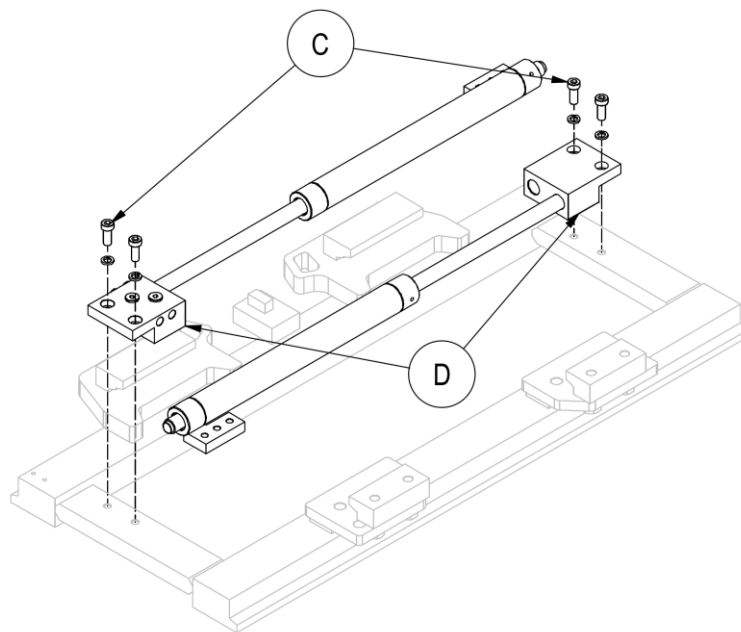

Abbildung 28
5. Lösen Sie die Schrauben **C** und nehmen Sie die Zylinder weg von ihren Sitzen **D** (siehe *Abbildung 28*).